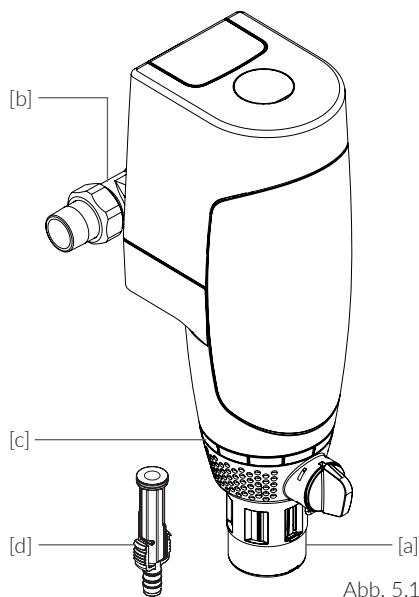

Abb. 5.1
- / Zubehör im Lieferumfang enthalten: Schlauchtülle [d] (Abb. 5.1)
- / Ausgangsdruckmanometer 0 - 10 bar (Abb. 5.1)
- / Alternativ kann das Rückspülwasser auch über einen Schlauch abgeführt werden. Für diesen Fall ist im Lieferumfang eine Schlauchtülle enthalten [Abb. 5.1, d].